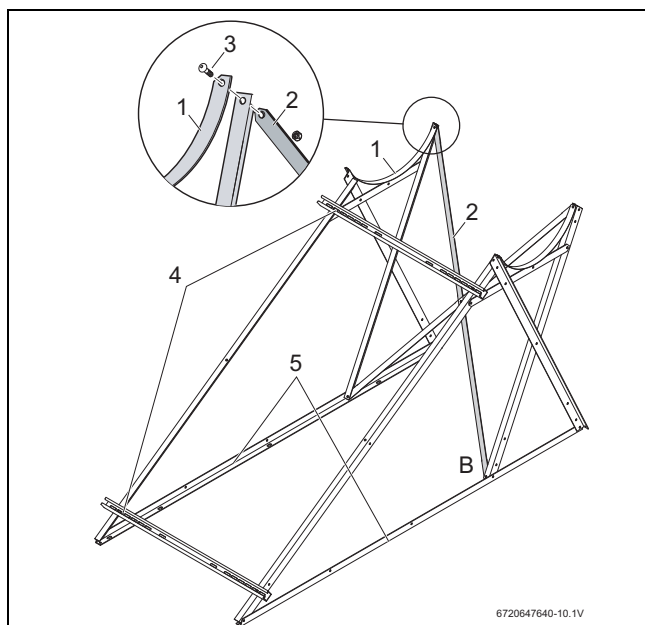

Fig. 16 Atornillar los perfiles de cubierta plana/tejado inclinado
- y el segundo soporte trasero (Fig. 16, [2]) desde arriba atrás a la izquierda hacia abajo delante a la derecha (Fig. 16, [B]).
- ▶ Atornillar el perfil cubierta plana/tejado inclinado (Fig. 16, [4]) a los perfiles de soporte del colector por arriba, por abajo y por el centro.
- ▶ Alinear los perfiles de soporte inferiores (Fig. 16, [5]) de forma que queden paralelos.